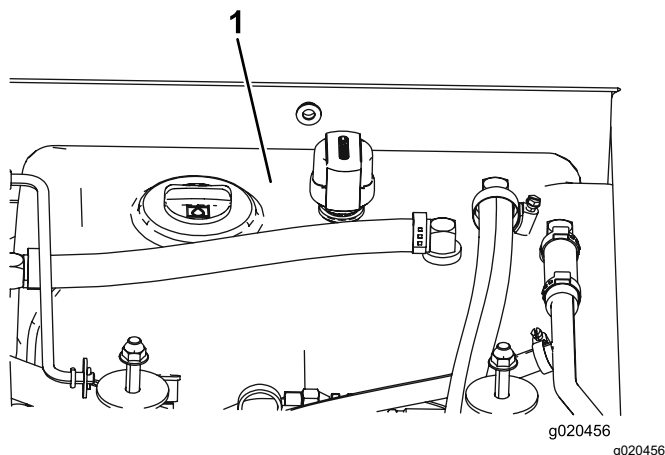

Bild 118
- Füllen Sie den Hydraulikbehälter (Bild 118) mit Hydrauliköl, siehe Prüfen des Hydrauliköls (Seite 85).